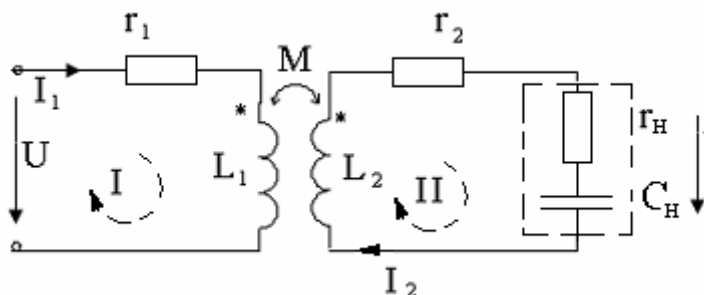

Рис. 77
56. К первичной обмотке трансформатора без стального сердечника (рис. 77) подведено напряжение $U_1=120$ В. Определить напряжение U_H на нагрузочном сопротивлении z_H при следующих данных: $z_1=r_1+j\omega L_1=(10+j42)$ Ом, $z_2=r_2+j\omega L_2=(15+j70)$ Ом, $z_H=r_H+1/j\omega C_H=(5-j10)$ Ом, $z_M=j\omega M=j20$ Ом. Построить векторную диаграмму.